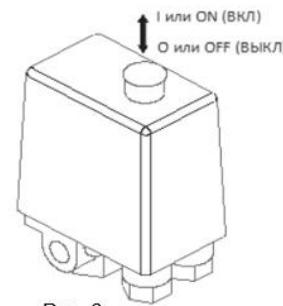

Рис. 6
1. Проверьте, чтобы выключатель на реле давления находился в выключенном положении «О» / «OFF» (Рис.6).
6. Включите компрессор выключателем на реле давления. Для этого необходимо переключить выключатель в положение «I» или «ON» (Рис.6).
выключатель в положение «О» или «OFF» (Рис. 6). После этого остановится электродвигатель и произойдет сброс давления из нагнетательного воздухопровода и поршневого блока.